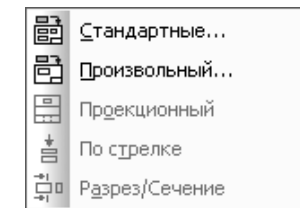

Рис. 4.170. Всплывающее меню пункта **Вид с модели** выпадающего меню пункта **Вставка** главного меню
- **Вид с модели** вызывает всплывающее меню, показанное на рис. 4.170;